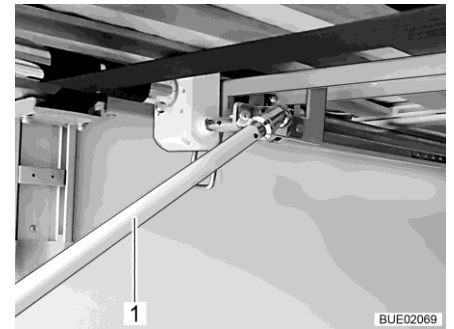

Bild 138 Kurbel in Heckgarage
- Um das Bett anzuheben: Kurbel (Bild 138,1) im Uhrzeigersinn drehen. Um das Bett abzusenken: Kurbel (Bild 138,1) entgegen dem Uhrzeigersinn drehen.